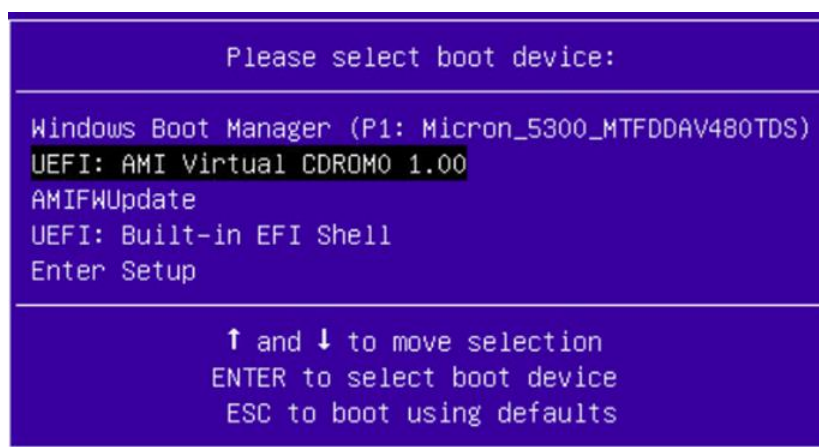

Рисунок 57 – Окно выбора загрузки ОС
- выберите «AMI Virtual CDROM0» в загрузочном меню (см. Рисунок 57).